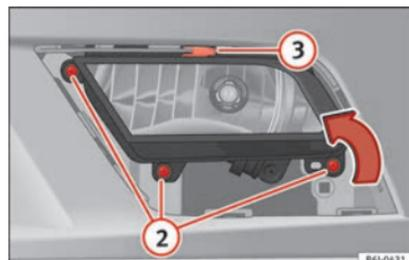

Fig. 96 Phare antibrouillard.
- Retirez les vis (3x) »» fig. 96 ② pour retirer le phare antibrouillard.
- Retirez l'agrafe métallique située sur la partie supérieure du phare antibrouillard vers l'extérieur du véhicule »» fig. 96 ③.